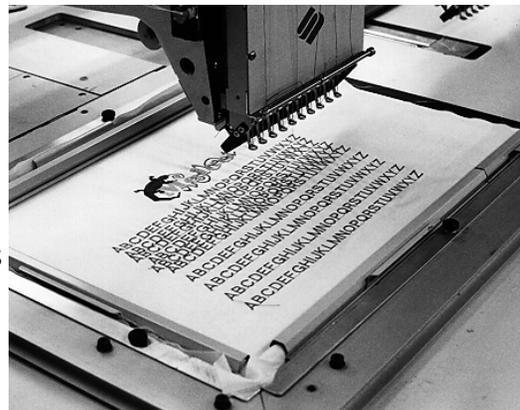

Figura 3-7
6. Comenzando por atrás, baje las abrazaderas encima del soporte de sujetador posterior. Asegúrese de que las lengüetas elevadoras estén orientadas lejos del campo de costura (consulte la figura 3-7).